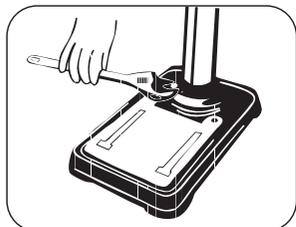

FIGURA 8.3
- Firme a coluna usando os parafusos fornecidos (Figura 8.3).